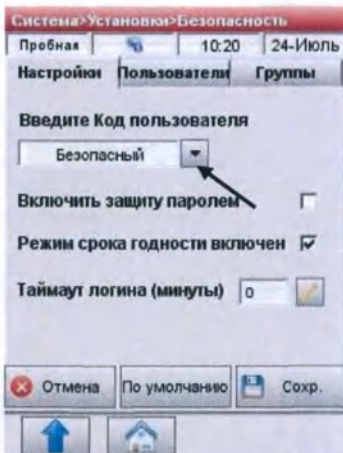

Рис.3-55 Безопасный Код пользователя
3. **<Полубезопасный Код пользователя>** (Рис.3-55) включает возможность установки безопасных идентификаторов пользователя и создания групп пользователей с определенными привилегиями. Эта опция должна быть выбрана для включения срока действия паролей и идентификатора пользователя.